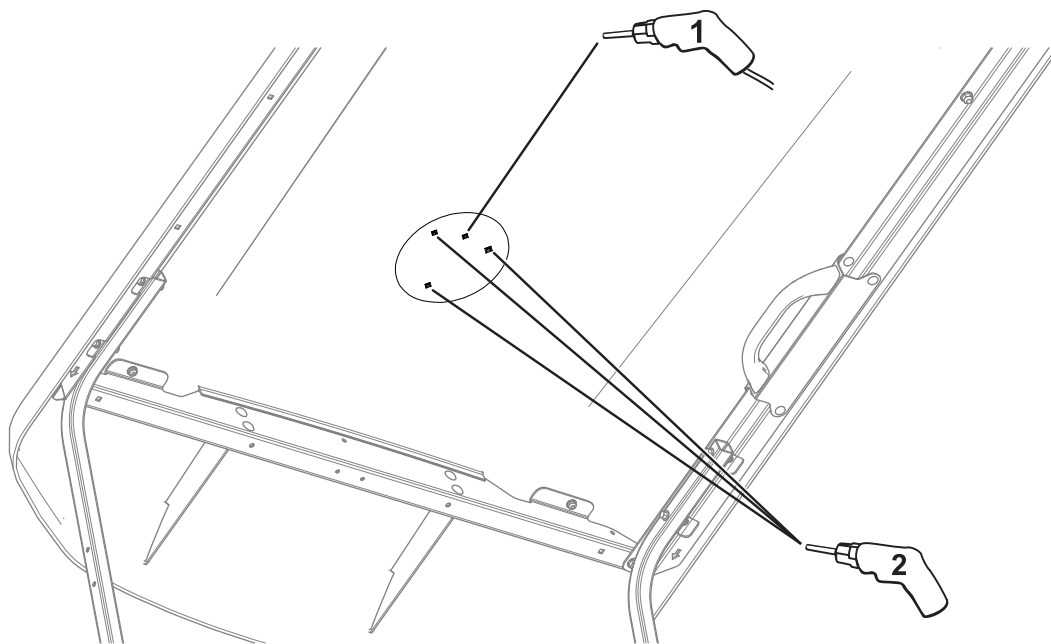

Figura 1
2. Faça furos no toldo, como se mostra na Figura 1.